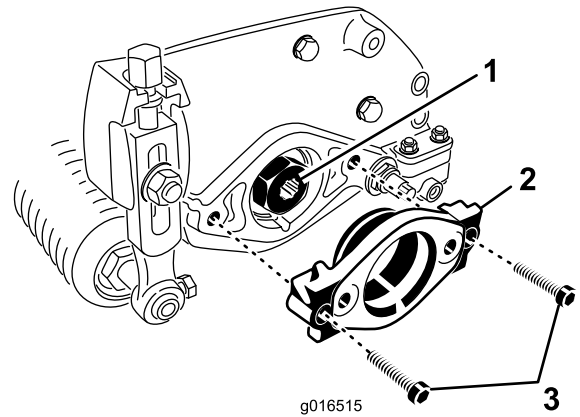

図 8
2. カッティングユニットの左側にモータマウントを固定している六角穴ねじ（2本）を外す。モータマウント取り付け部を取り外す（図 8）。
3. 駆動スプライン内側面にグリスを塗る（図 8）。